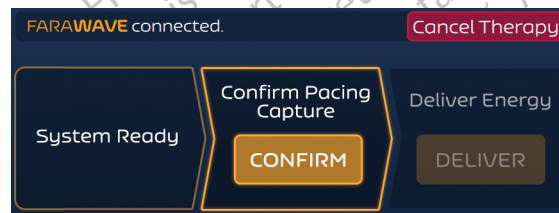

Figura 15. Pantalla de terapia – Modo síncrono – Confirmar estado de estimulación
4. Con la estimulación activada y la captura confirmada, pulse el botón PREPARE para inicializar el Generador PFA FARASTAR. Una vez finalizada la preparación, se activará el botón CONFIRM Pacing Capture (Confirmar captura de estimulación). Consulte la Figura 15.